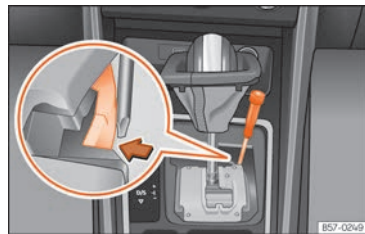

Fig. 88 Palanca selectora: desbloqueo de emergencia en la posición de aparcamiento.
- Con ayuda de la parte plana de un destornillador, presione lateralmente la pestaña amarilla y manténgala presionada »» » **fig. 88.**